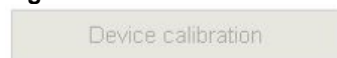

Figure 174
**Device calibration:** Only for service (Figure 174).